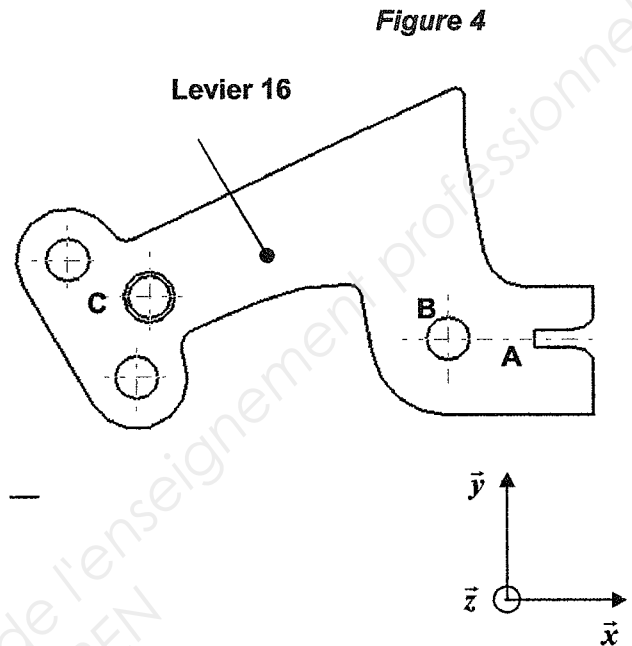

Figure 4
Les Figures 4 et 5 illustrent la transmission du mouvement de la tirette 3 au levier 16.
b) **En déduire et tracer** (sur la Figure 4) la trajectoire du point **C** appartenant au levier **16** par rapport au boîtier **1**. **Repérer et nommer** (sur la Figure 4) cette trajectoire : $T_{C,16/1}$.
c) **En déduire et tracer** (sur la Figure 4) la trajectoire du point **A** appartenant au levier **16** par rapport au boîtier **1**. **Repérer et nommer** (sur la Figure 4) cette trajectoire : $T_{A,16/1}$.
d) **Tracer** (sur la Figure 4) le vecteur Vitesse $\vec{V}_{C,16/1}$ du point **C** appartenant au levier **16** par rapport au boîtier **1**.
e) **Déterminer graphiquement** par la méthode du champ des vecteurs vitesses l'intensité du vecteur vitesse $\vec{V}_{A,16/1}$ sur la Figure 4 ci-dessus.
f) **Reporter** sur la Figure 4 le vecteur vitesse $\vec{V}_{A,16/1}$ au point **A** à l'échelle.